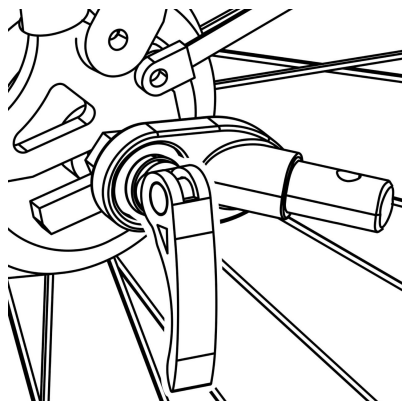

Figure 10
1. Axe à dégagement rapide : retirez le système de dégagement rapide du côté gauche de l'essieu arrière du vélo. Installez l'attelage entre le système de fixation rapide et le cadre. Serrez le système de fixation rapide en suivant le manuel du fabricant du vélo. L'attelage peut rester sur le vélo lorsque la remorque est retirée (Figure 10).